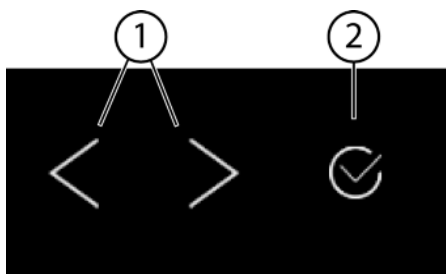
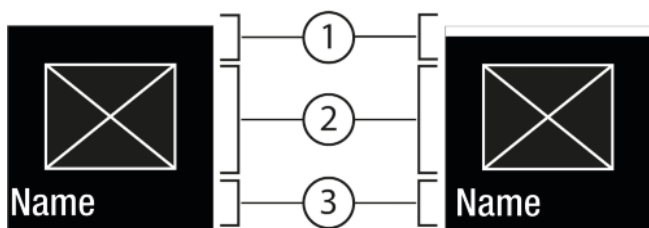
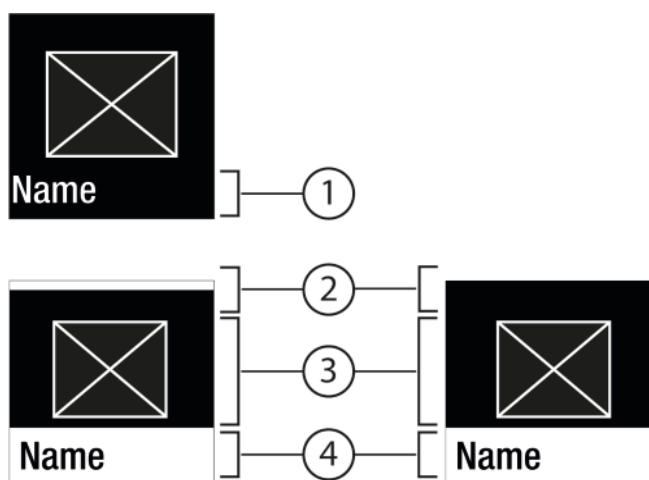

Fig. 5
Fig. 6
Fig. 7
(1) Navigační šipka doleva / doprava (2) Potvrzení doprava
Navigační šipka doleva / doprava Fig. 5 (1):
Potvrzení Fig. 5 (2):
- Navigujte navigační šipkou doleva / doprava Fig. 5 (1).
- Pomocí Potvrzení Fig. 5 (2) funkci / nastavení aktivujte Fig. 6 (1) / deaktivujte Fig. 6 (1).
- Pomocí Potvrzení Fig. 5 (2) vyvolejte podmenu Fig. 7 (4).
- Nastavení nové hodnoty: Vyberte pomocí Potvrzení Fig. 5 (2) deaktivovanou hodnotu Fig. 6 (1).
- Zpět do menu: Vyberte pomocí Potvrzení Fig. 5 (2) již aktivovanou hodnotu Fig. 6 (2).
- ▶ Tiskněte navigační šipky Fig. 5 (1), dokud se nezobrazí .
- ▶ Stiskněte Potvrzení Fig. 5 (2).
- ▶ Tiskněte navigační šipky Fig. 5 (1), dokud se nezobrazí funkce.
- ▶ Zvolte navigačními šipkami Fig. 5 (1) hodnotu nastavení.
- ▷ Stav: aktivováno Fig. 6 (1) se krátce zobrazí v podmenu Fig. 7 (4).
- ▶ Tiskněte navigační šipky *Fig. 5 (1)*, dokud se nezobrazí nastavení .
- ▶ Stiskněte Potvrzení *Fig. 5 (2)*.
- ▶ Tiskněte navigační šipky *Fig. 5 (1)*, dokud se nezobrazí požadované nastavení.
- ▶ Tiskněte Potvrzení *Fig. 5 (2)* 3 sekundy.